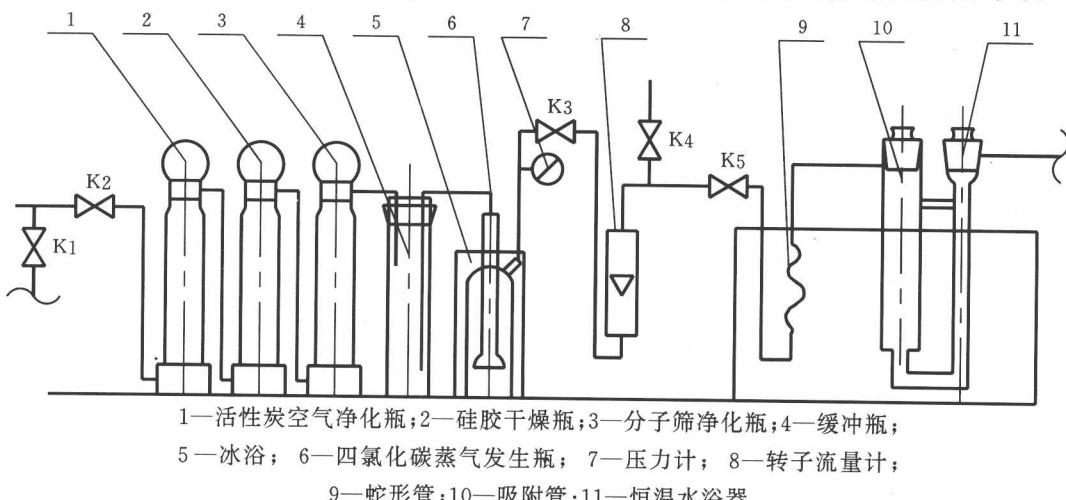

图 3 仪器安装流程图
5.1 将仪器各部件按图 3 所示安装好, 根据需要安装吸附管的根数, 但要确保流量分配均匀。